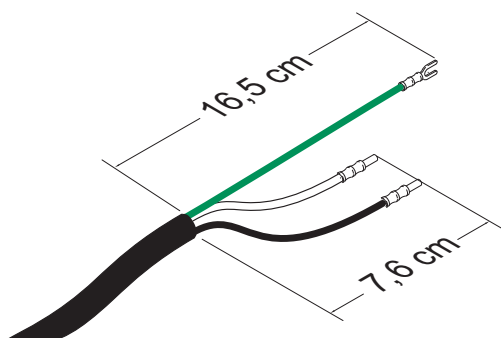

ABB. 6: Netzkabel
- Falls notwendig, Klemmringe verwenden. Siehe ABB. 6.